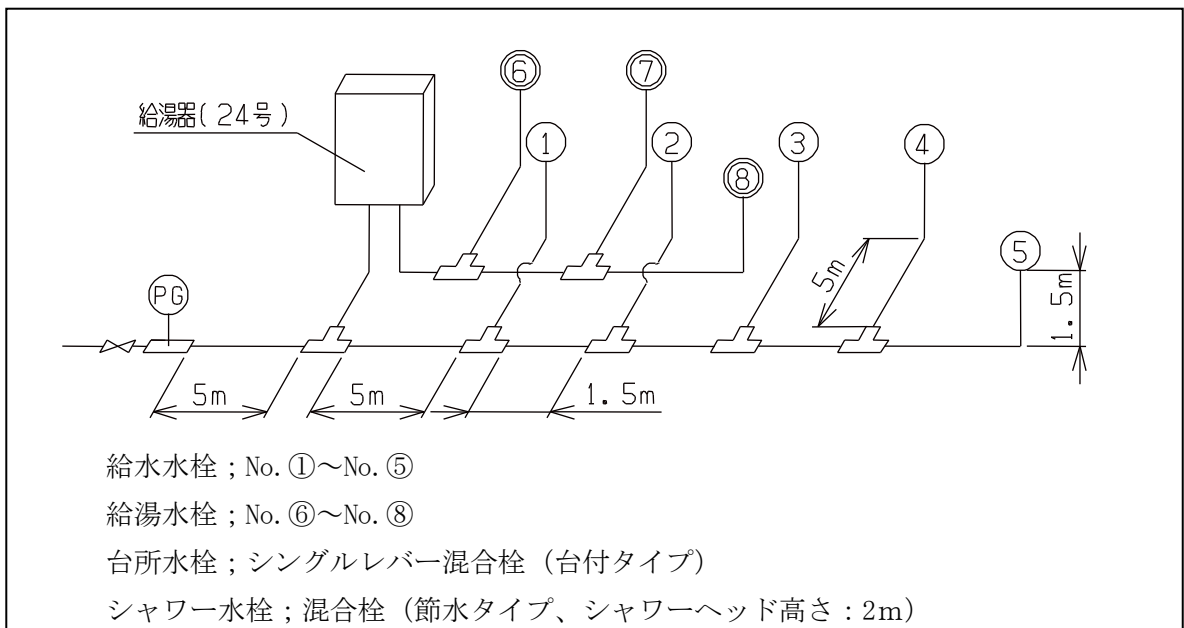

図 4-2 吐出流量試験配管
- (1) 水圧が 0.2MPa 以下にならないようにして下さい。
- (2) シャワーのように多くの吐出流量を必要とする水栓は、主管に近い箇所で分岐して下さい。
- 下記のような条件で配管した場合（図 4-2 参照）の台所及びシャワー水栓の吐出流量を表 4-3 に例として示します。